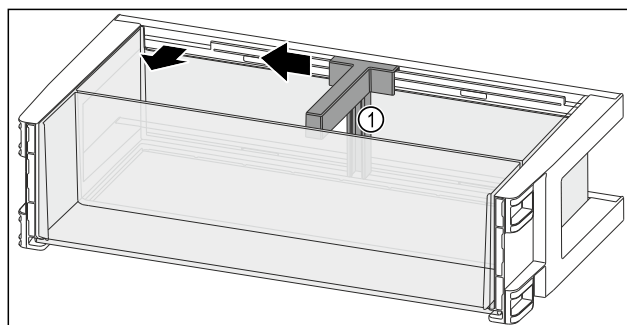

Fig. 92
- ▶ Držalo za steklenice Fig. 92 (1) potisnite povsem na stran do odprtine.
- ▶ Odstranite držalo za steklenice Fig. 92 (1).